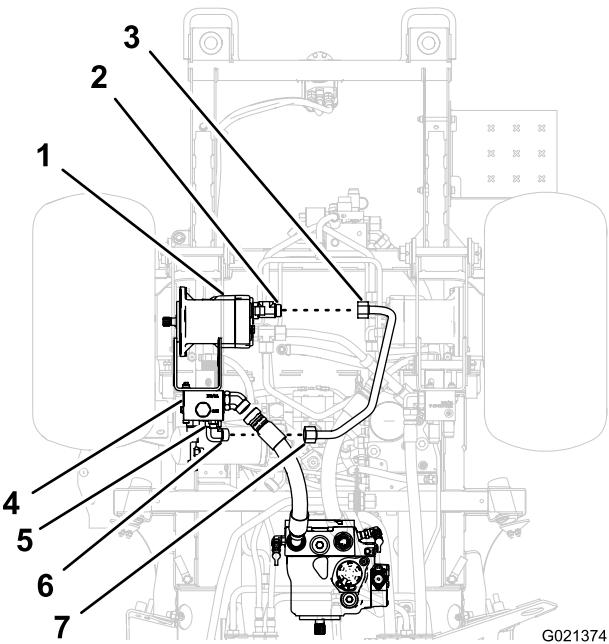

Figure 10
1. Alignez les écrou-raccords du tube de moteur de traction sur le raccord en T du moteur de traction et le raccord à 90° du diviseur de débit (Figure 10).
3. Vissez les écrous-raccords du tube de moteur de traction sur les raccords du moteur de traction et du diviseur de débit (Figure 10).
4. Serrez l'écrou de blocage du raccord à 90° (Figure 10).